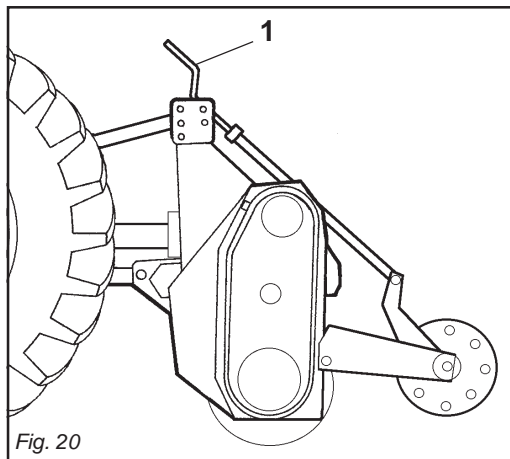

Fig. 20
**Macchine con rullo:** la regolazione della profondità in queste macchine si effettua ruotando la manovella centrale (1 Fig. 20).
**Machine with roller:** to adjust working depth on this type of machine is adjusted either the center crank (1 Fig. 20).
**Maschine mit Walzen:** die Tiefeneinstellung bei diesen Maschinen erfolgt über den zentralen Handgriff (1 Abb. 20).
**Machine avec rouleau:** pour régler de la profondeur sur ces machines s'effectue avec la manivelle centrale (1 Fig. 20).
**Máquinas con rodillo:** el ajuste de la profundidad en estas máquinas se efectúa por medio de la manivela central (1 Fig. 20).